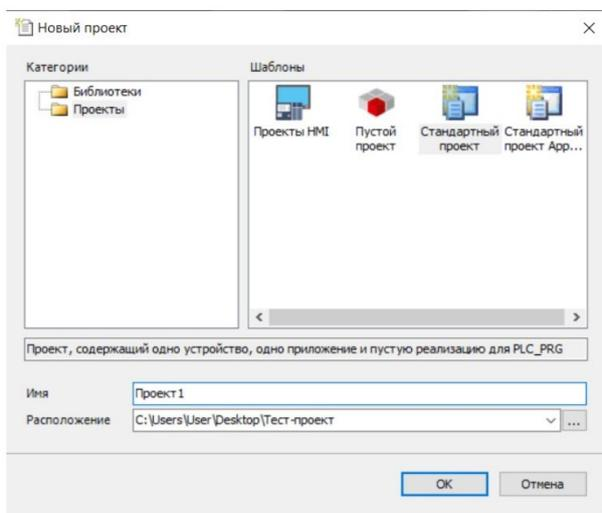

Рис. 2 Стандартный проект.
5. В следующем окне "Стандартный проект" Пользователь должен выбрать устройство K15.CPU.LX1 (A and T), а также язык программирования базового объектного блока (POU) PLC_PRG (Рис. 2).